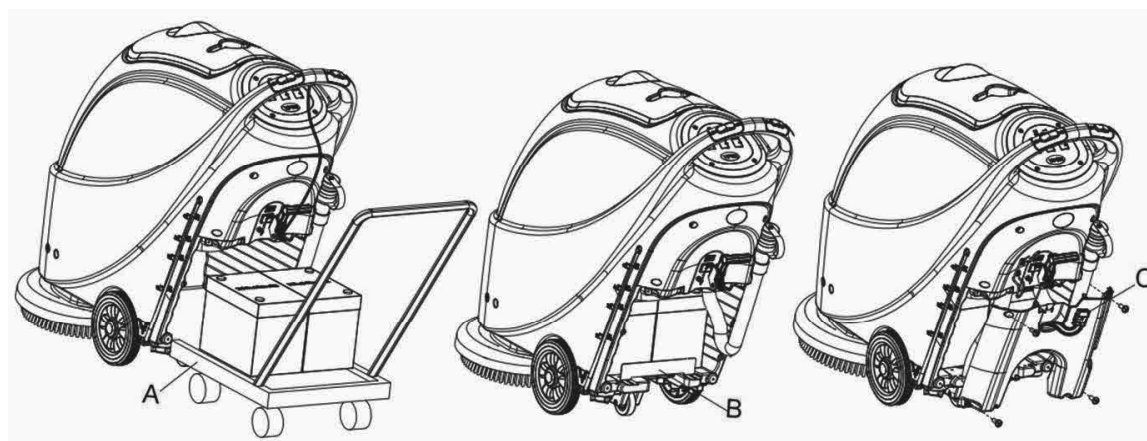

Рисунок 7
14. Установите аккумулятор, используя специальный инструмент для установки аккумулятора (А, рисунок 7). После установки аккумулятора уберите инструмент для установки аккумулятора и установите кронштейн фиксации аккумулятора (В, рисунок 7).
15. Вставьте разъем аккумулятора (С, Рисунок 7) в отверстие в крышке аккумуляторного отсека, проденьте сливной шланг в правое отверстие крышки аккумуляторного отсека, зафиксируйте аккумуляторного отсека 4 винтами, затем последовательно установите подъемный тросик водосборного скребка, сливной шланг и водосборный скребок.